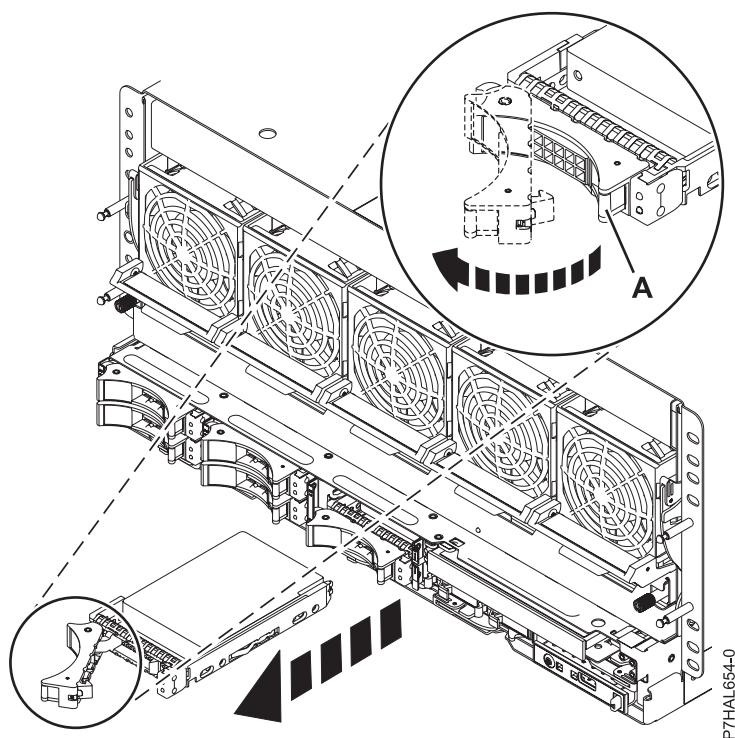

Figure 13. Retrait d'une unité de disque du système
3. Lorsque le voyant d'identification s'allume et reste fixe, déverrouillez la poignée de l'unité en appuyant dessus et en la tirant vers vous, comme illustré à la figure 13, à la page 26. Si la poignée n'est pas complètement sortie, vous ne pouvez pas retirer l'unité de disque ou l'unité SSD de l'unité centrale ou de l'unité d'extension.